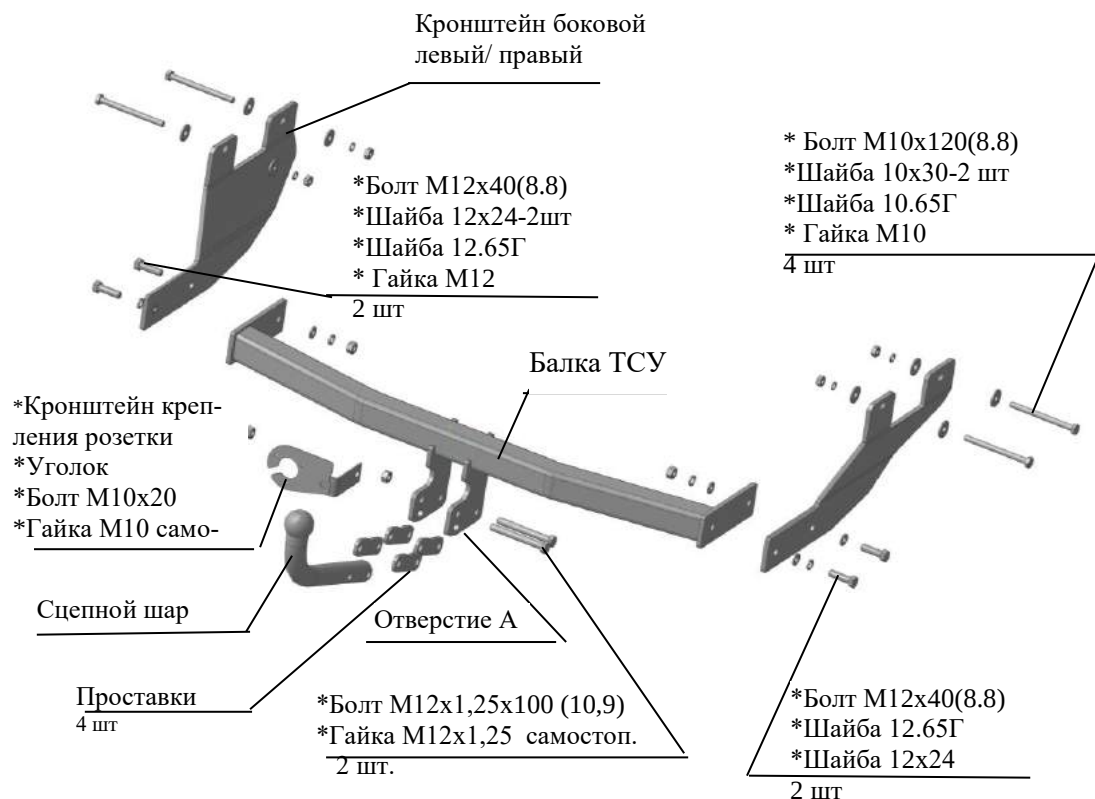

Рис.1 Тягово-цепное устройство 7270.
2.1 ТСУ 7270 в сборе (рис.1)	1 шт.
2.2 Пакет с комплектующими (см. рис.1)+защитный колпак	1 шт+1 шт.
4.2 Установить боковой левый кронштейн к внутренней полке левого лонжерона, используя болты М10х120, штатные втулки в лонжеронах и крепеж соответственно рис.1.
4.4 Закрепить балку ТСУ к съемным боковым кронштейнам болтами М12х40 и крепежом соответственно рис.1. Крепеж не затягивать.